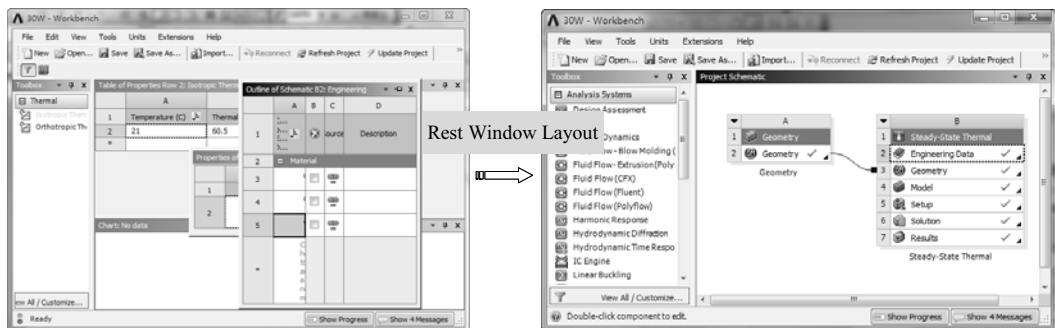

图 1-9 Reset Window Layout（复原窗口布局）
- ✧ Reset Window Layout（复原窗口布局）：将 ANSYS 14.5 Workbench 平台窗口布局复原到初始状态，如图 1-9 所示。